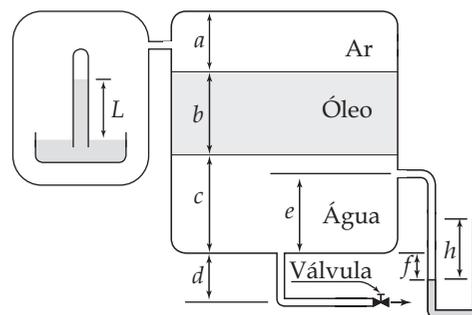

Figura Ep1.50
**Ep1.50** Observe a Figura Ep1.50. Nela há um recipiente com ar, óleo e água conectado a outro no qual existe um barômetro cujo fluido barométrico é o mercúrio, com densidade relativa igual a 13,55. Sabe-se que:  $a=1,0$ m;  $b=3,0$ m;  $c=2,5$ m;  $d=1,0$ m;  $e = 2,5$  m;  $f = 0,5$  m;  $h = 0,6$  m; o fluido manométrico também é o mercúrio; a densidade relativa do óleo é 0,82 e a da água é 1,0. Considerando que a pressão atmosférica local é igual a 100 kPa e que a válvula está fechada, pede-se para determinar: